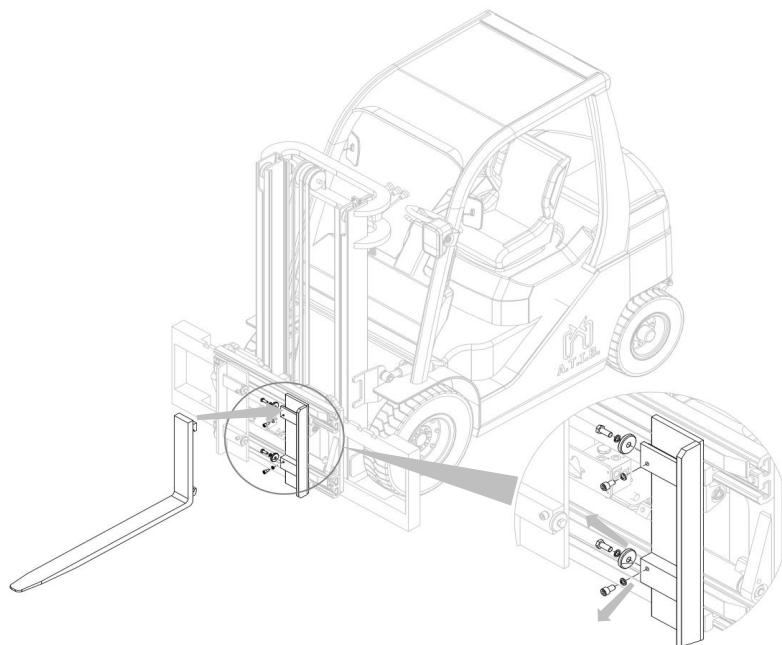

Figura 9
1. Applicare le forche dopo aver svitato i fermi forca dei foderi (vedi *Figura 9*), in base alla larghezza delle forche utilizzare i fermi forca più opportuni (laterali oppure posti sulla parte frontale dei foderi).